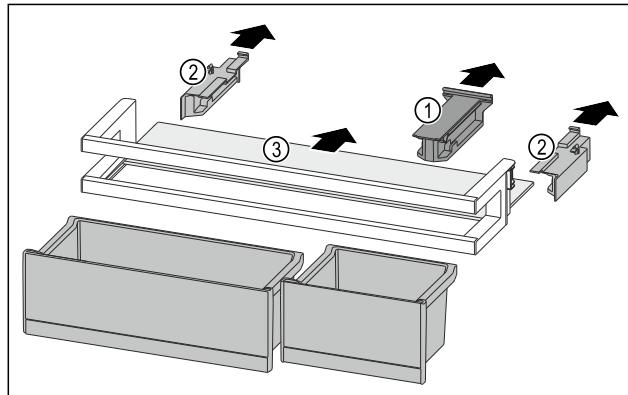

Fig. 91
- Halteteil Fig. 91 (1) abziehen.
- Seitenteile Fig. 91 (2) abziehen.
- Abstellfläche Fig. 91 (3) entnehmen.